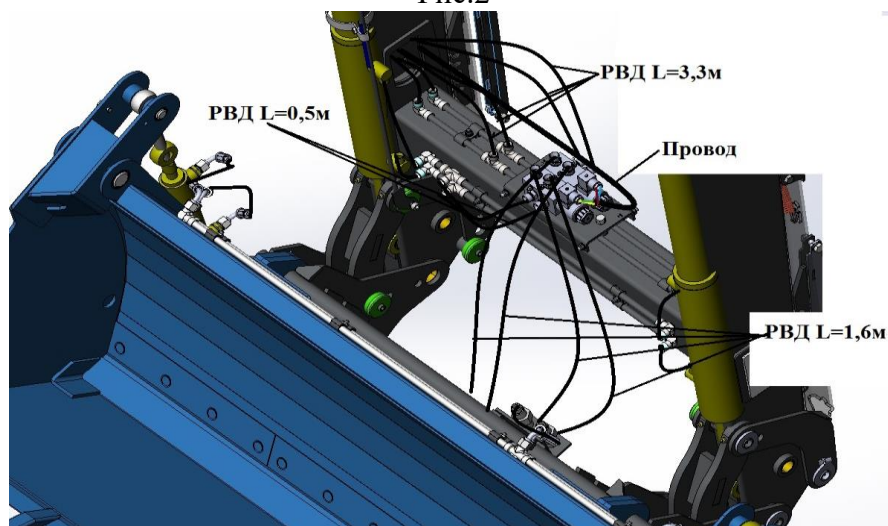

Рис.3
9. Все отсоединенные рукава от первого дивертора снова присоединить к диверторам по рис.3.